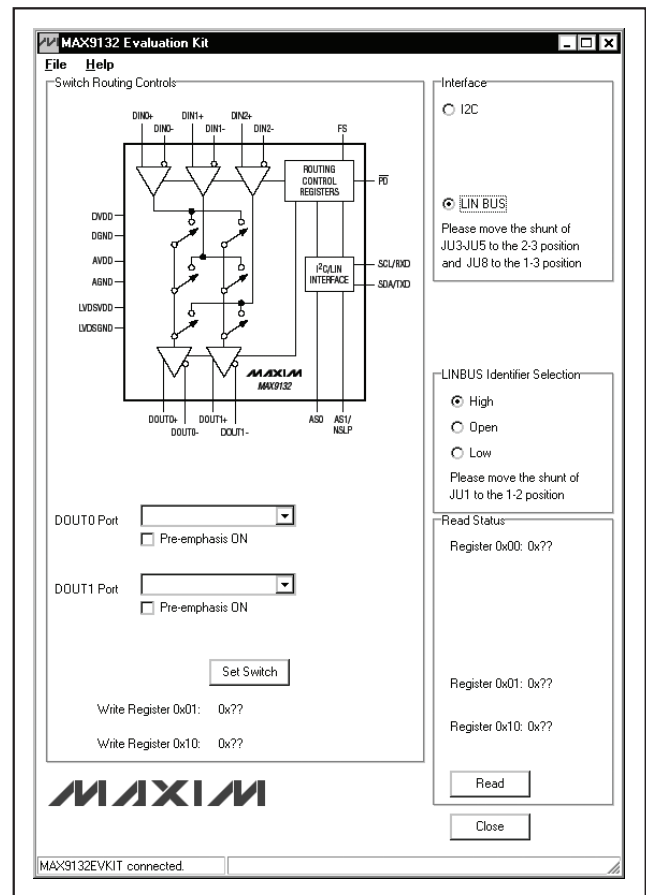

図3. MAX9132のEVキットソフトウェアのメインウィンドウ (LINバスモード)
- 14) **LIN BUS**ラジオボタンをクリックします。すると、EVキットソフトウェアのメインウィンドウは、図3に示す表示になります。
LINバスプロトコルを選択するためには、LIN BUSラジオボタンをクリックし、ラジオボタンの下に表示される手順に従ってください。図3に示すように、Switch Routing Controls、LINBUS Identifier Selection、およびRead StatusグループボックスがGUIメインウィンドウ内に表示されます。